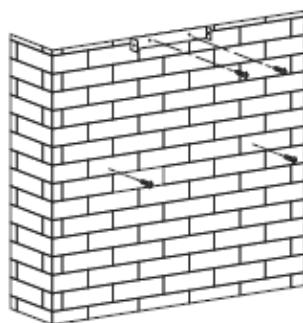

Abb. 2
18. Nachdem Sie die Einbauhöhe der Dunstabzugshaube bestimmt haben, messen Sie die Position der Bohrungen für die Befestigung der Dunstabzugshaube und der Innenkaminkonsole. 4 Löcher mit einem Durchmesser von ϕ 8, 2 bohren für die Innenkaminkonsole und 2 für die horizontale Befestigung der Dunstabzugshaube. Die feste Position der Innenkaminkonsole befindet sich im höchstem Befestigungspunkt des Kamins. Siehe Abbildung 2.
4. Zwei 4 x 30 mm in die Wand einbohren zusammen mit deren entsprechenden Dübeln, dann fixieren Sie die Innenkonsole mit zwei 4 mm x 40 mm Schrauben. Siehe Abbildung 2.